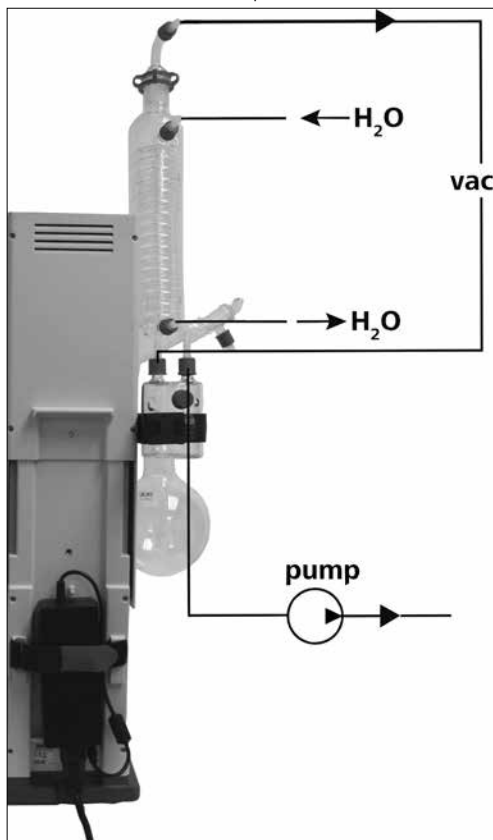

Fig. 20
- Подсоедините водяные шланги (H_2O) к конденсатору по принципу противотока. (Fig. 20)